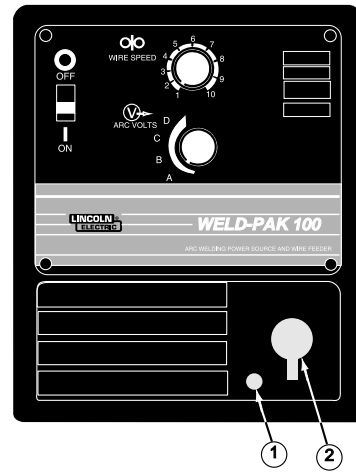

FIGURE 1
1. Ouvrir la porte du dévidoir sur le côté droit de la WELD-PAK et se reporter à la figure 1.
2. Faire passer l'extrémité du câble de retour portant la cosse à oeillet le plus petit dans le trou d'accès du câble de retour (1) à l'avant du boîtier.
3. Faire passer le câble sous la boîte d'engrenages du dévidoir (6) et autour de celle-ci.
4. **Pour l'Innershield uniquement :** À sa sortie d'usine, la WELD-PAK est connectée sur la polarité électrode négative. Pour terminer l'installation, utiliser l'écrou à oreilles fourni pour connecter la cosse du câble de retour à la borne de sortie positive (+) (5) qui se trouve au-dessus de la boîte d'engrenages du dévidoir (6). S'assurer que les deux écrous à oreilles sont bien serrés.
1. Refer to Figure 1. Unplug the machine or turn power switch to the off "O" position.
2. Pass the insulated terminals of the gun trigger control leads, one at a time, through the Gun Cable and Control Lead Access Slot (2) in the case front. The leads are to be routed under the Wire Feed Gearbox (6) and through the Cable Hanger (7) on the inner panel.
3. Insert the connector on the gun conductor cable through the Gun Cable Access Hole (2) in the WELD-PAK case front. Make sure the connector is all the way in the brass connector block. Unscrew thumbscrew on the connector block a few turns if gun connector will not insert fully. Rotate the connector so control leads are on the underside and tighten the Thumbscrew (8) in the connector block.
4. Connect the gun trigger control lead terminals to the two insulated 1/4" (6,4 mm) tab terminal connector bushings located above the "Gun Trigger Connection" decal in the wire feed section (4). Either lead can go to either connector. Form the leads so that they are as close as possible to the inside panel.